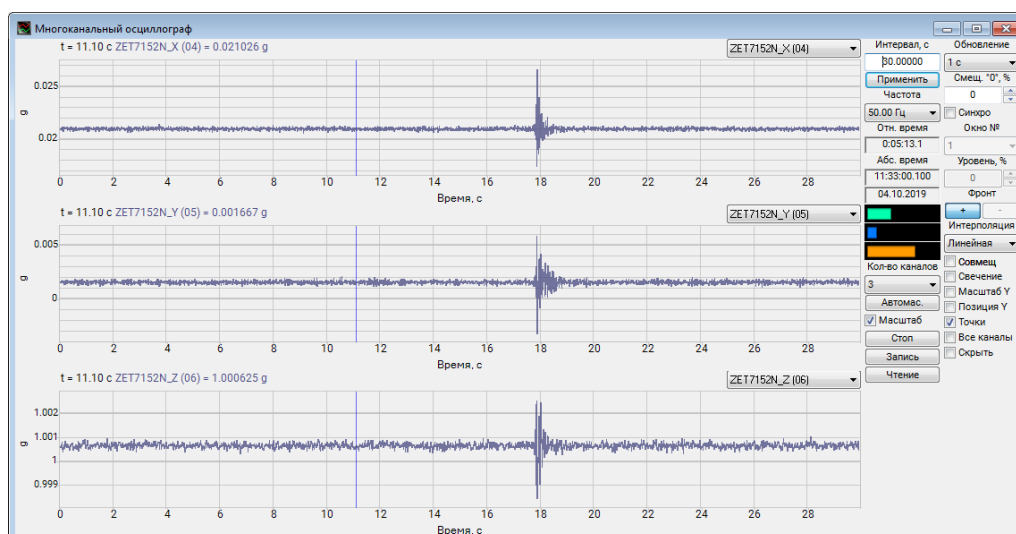

Рис. 5.2 Программа «Многоканальный осциллограф»
- Программа «Многоканальный осциллограф» - предназначена для оценки формы сигнала и измерения мгновенных значений (Рис. 5.2). Синхронно могут отображаться несколько сигналов, взятых в один промежуток времени, каждый в своих единицах измерения.